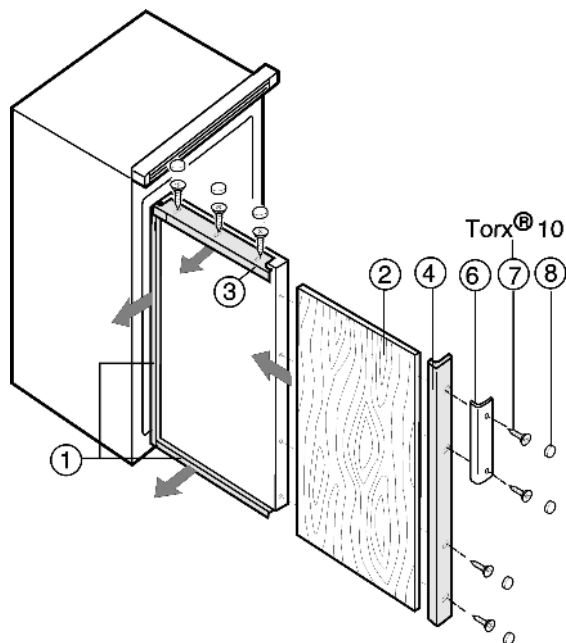

Fig. 11
- Dévisser Fig. 11 (4) les cadres d'habillage côté poignées.
- Desserrer les vis sur les autres cadres d'habillage Fig. 11 (1, 3) et glisser les cadres vers l'avant.
- Insérer le panneau décor Fig. 11 (2).
- Repousser Fig. 11 (1, 3) et revisser les cadres d'habillage.
- Visser le panneau décor Fig. 11 (4) avec la poignée Fig. 11 (6) et les vis Fig. 11 (7).
- Placer les cache-vis Fig. 11 (8) sur toutes les têtes des vis.